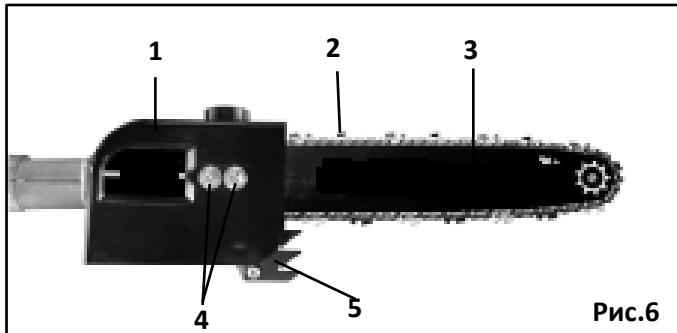

Рис.6
- ослабьте затяжку гаек (Рис. 6 п. 4) крепления крышки шины;